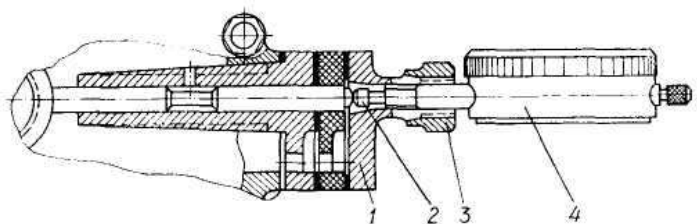

Рис. 100. Приспособление для замера выступания штанги привода топливного насоса:
- установите на шпильки крепления насоса приспособление (рис. 100) и закрепите его гайками (момент затяжки 1,4...1,8 кгс·м). Проворачивая коленчатый вал двигателя, определите по индикатору 4 размер наибольшего выступания штанги и запишите результат;